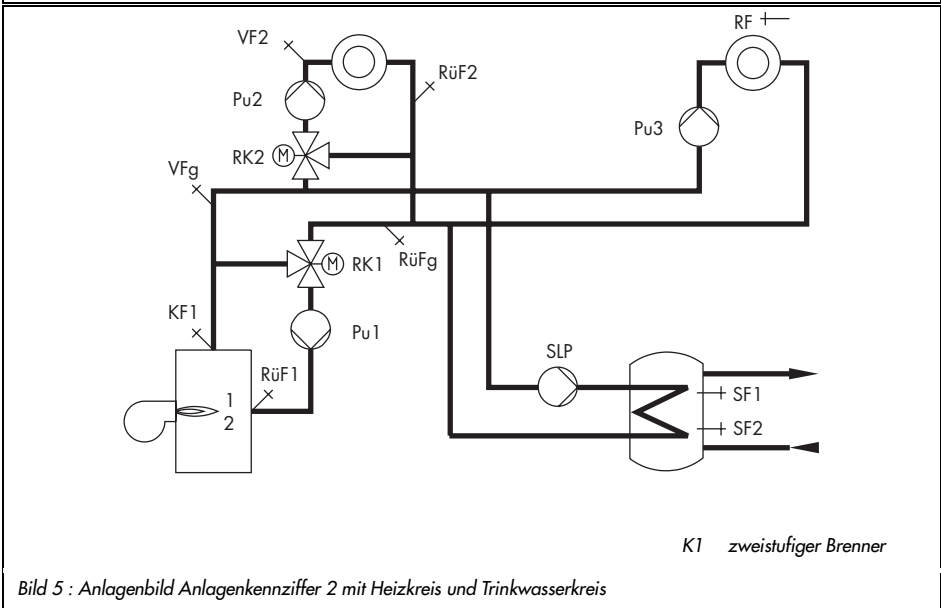

Bild 5 : Anlagenbild Anlagenkennziffer 2 mit Heizkreis und Trinkwasserkreis
- ▶ wahlweise zusätzlicher Heizkreis mit Mischventil; ansteuerbar mit Zweipunkt-, Dreipunkt- oder stetigem Ausgang (s. Bild 5)
- ▶ wahlweise Trinkwassererwärmung mit Speichersystem (s. Bild 5); für diese Anlagenausführung muß in der Konfigurationsebene Co5 der Funktionsblock 13 eingeschaltet werden